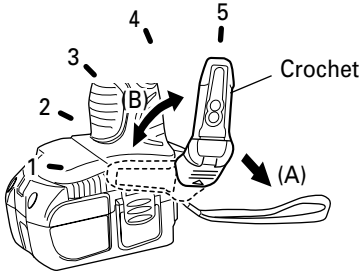

Fig. 10
- (1) Ouverture du crochet
- (a) Tirer le crochet vers soi dans le sens de la flèche (A), et le tourner dans le sens de la flèche (B). (Fig. 10)